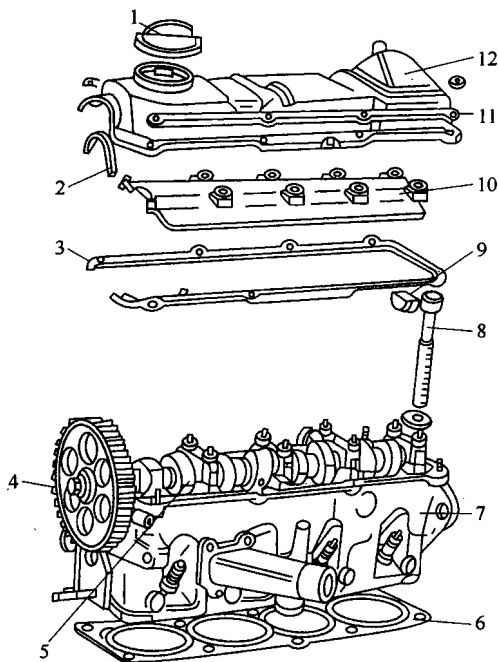

图1-8 气缸盖和气缸垫
①气缸体:气缸体是发动机的装配基体,其结构复杂,一般采用铸铁或铝合金材料铸造而成。气缸为圆柱形空腔,活塞在其内部做往复直线运动,多个气缸组合成一体即为气缸体。根据气缸的排列形式,气缸体有直列式、卧式和V形三种结构形式。
②气缸盖:气缸盖的功用是封闭气缸上部,并与活塞顶构成燃烧室。气缸盖结构复杂,一般采用铸铁或铝合金材料铸造而成。对具体发动机而言,气缸盖的结构各异,但有许多共同点,如图 1-8 所示。